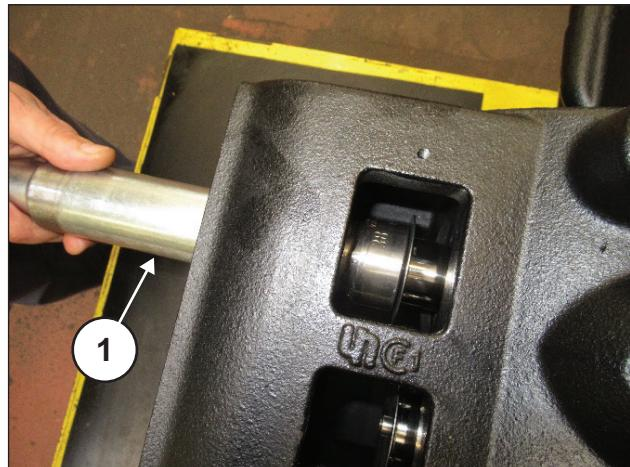
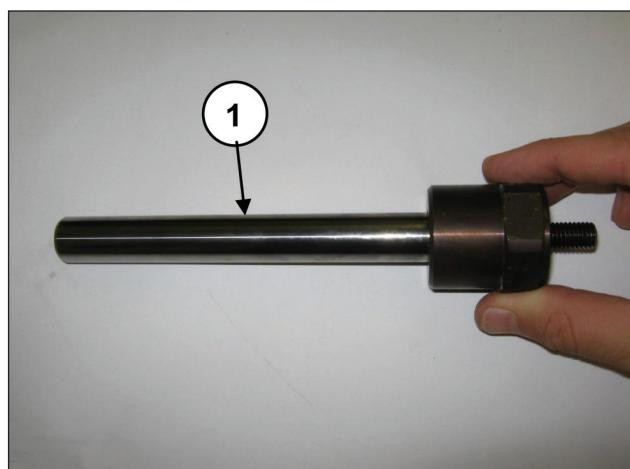

图 110
图 111
使用专用工具 ( 代码25047400 ) 拆卸活塞 ( 部件① · 图 110 ) · 并检查其磨损状态 ( 部件① · 图111 ) 。如有必要则更换。